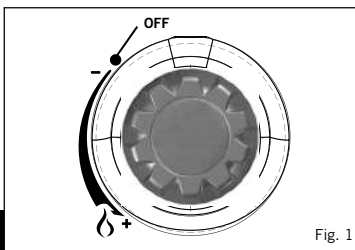

Fig. 1
- Innan du ansluter gastillförseln, kolla att apparatventilen är i stängt läge genom att vrida reglervrudet helt och hållet medurs (Se Fig. 1).
- När du ska montera gasbehållaren, kolla först att apparatventilen är i stängt läge genom att vrida reglervrudet medurs till stoppläge (Se Fig. 1). Se till att du håller gasbehållaren upprätt medan du skruvar fast den mot ventilen medurs tills den är helt ingängad, men skruva endast för hand. Om behållaren skruvas på för hårt, kan dess ventil ta skada.
- Om du vill tända apparaten för hand, håll en låga intill brännaren med hjälp av en grilltändare och vrid apparatens reglervred långsamt moturs tills brännaren tänds (Fig. 1).